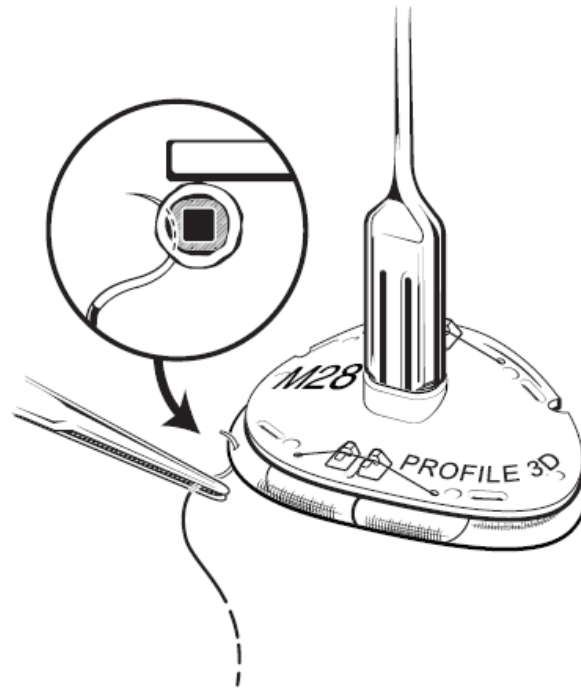

Figura 6
1. Oriente el conjunto del anillo en relación con el anillo mitral (Figura 6).